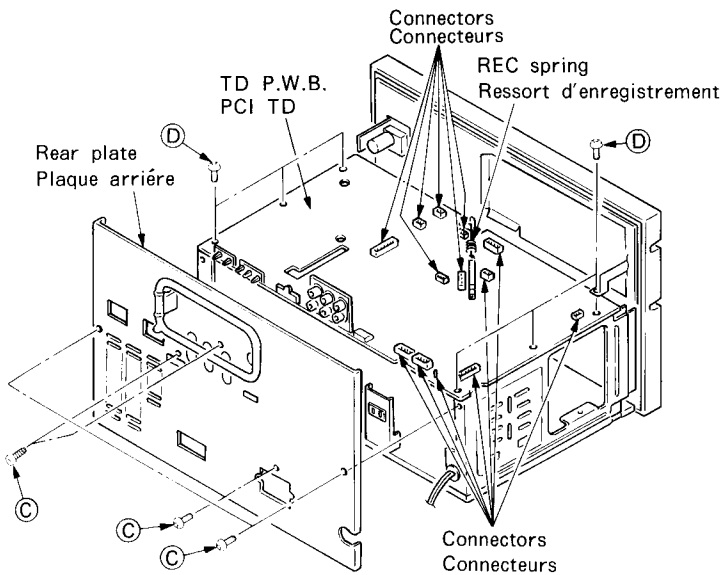

Fig. 2
- (1) Remove the 6 screws Ⓐ and 3 screws Ⓑ.
2. Removing the rear plate (Fig. 2)
- (1) After removing the Top cover, remove the 5 screws Ⓒ.
3. Removing the TD P.W.B. (Fig. 2)
- (1) Desserrer les 6 vis Ⓐ et les 3 vis Ⓑ.
2. Dépose de la plaque arrière (Fig. 2)
- (1) Après avoir enlevé le couvercle supérieur, desserrer les 5 vis Ⓒ.
3. Dépose de la PCI TD (Fig. 2)